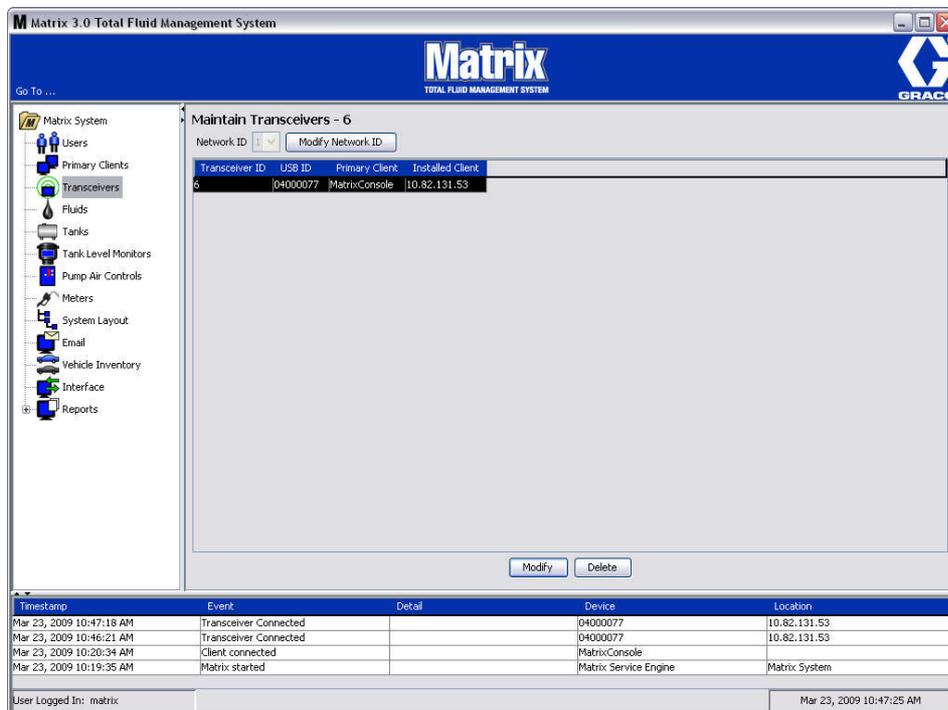
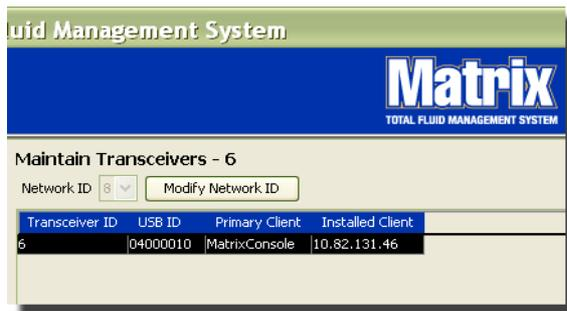

ABB. 83
ABB. 84
Über das in ABB. 83 gezeigte Fenster „Sendeempfänger“ können Sie:
2. Wählen Sie die in ABB. 84 gezeigte Schaltfläche „Netzwerk-ID ändern“, um die Netzwerk-ID festzulegen.
4. Die nun ausgewählte Netzwerk-ID-Nummer wird im oberen Bereich des Fensters „Sendeempfänger“ im Feld „Netzwerk-ID“ angezeigt, wie in ABB. 83 und ABB. 84 gezeigt.